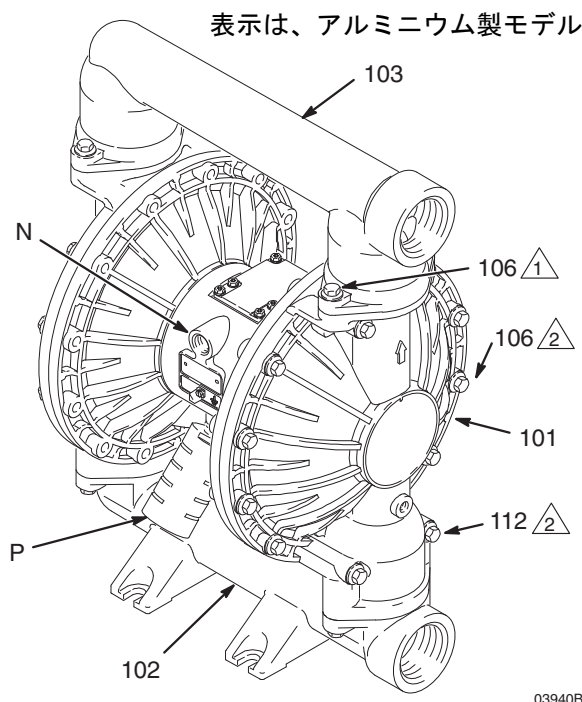

図 3
- ポンプは非常に重量があります。動かす必要がある時は、出口マニホールド (103) を 2 人の人がしっかりと持って持ち上げる必要があります。図 3、10 ページ、を参照してください。